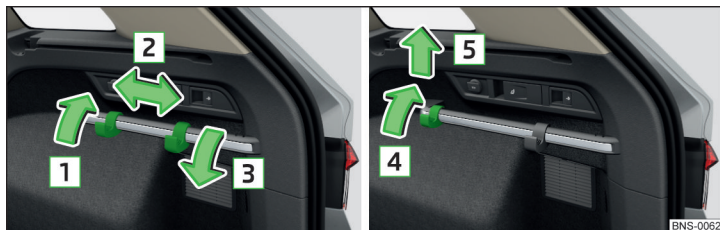

Abb. 148 Haken auf der Befestigungsleiste verschieben / Haken abnehmen
- › Den Haken in Pfeilrichtung **1** nach oben klappen und in die gewünschte Position in Pfeilrichtung **2** verschieben » Abb. 148.
- › Den Haken in Pfeilrichtung **4** nach oben klappen, bis dieser sich löst, und in Pfeilrichtung **5** abnehmen » Abb. 148.
- › Den Haken an die Befestigungsleiste entgegen der Pfeilrichtung **5** ansetzen und leicht andrücken » Abb. 148.